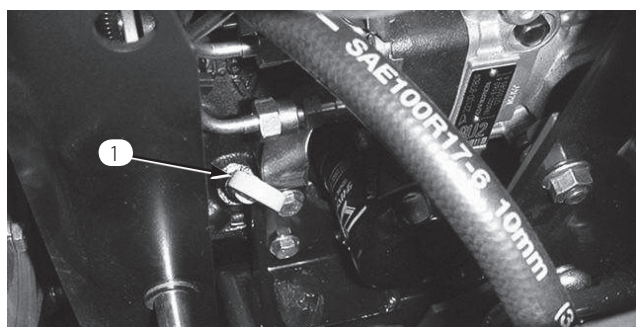

図 17
2. ディップスティックを抜き、ウェスで一度きれいに拭く（図17）。ディップスティックを、チューブの根元までもう一度しっかりと差し込む。ディップスティックをもう一度引き抜いて、オイルの量を点検する。